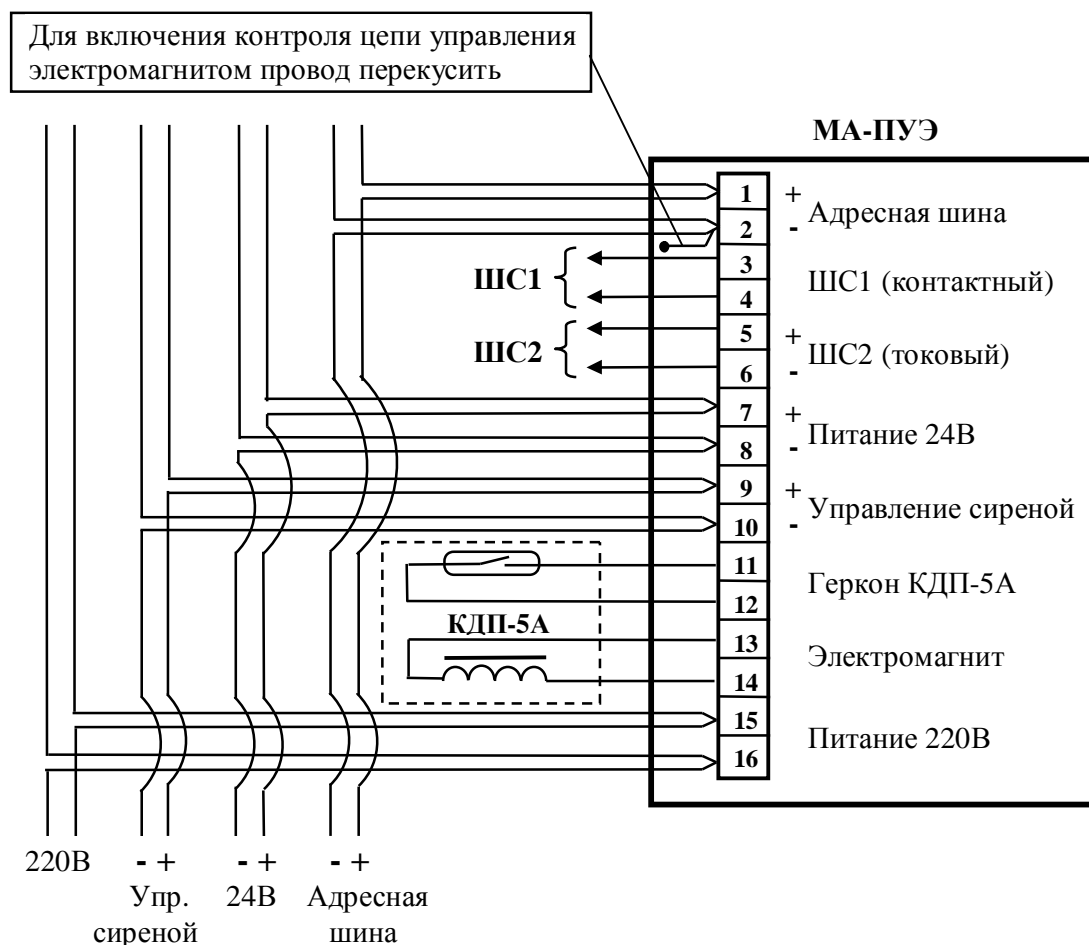

Рис. 1. Назначение клемм и схема подключения модуля.
6.1.2. Схема подключения модуля и назначение клемм представлены на рис.1. Схемы подключения извещателей к ШС1, ШС2 показаны на рис.2,3.